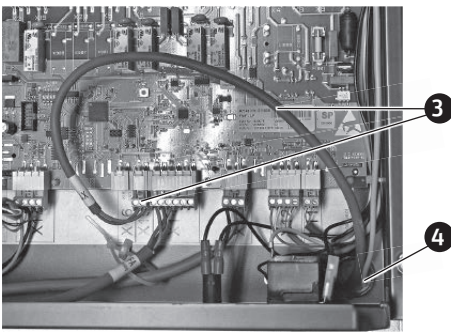

Fig. 81 Infilare il cavo dell'interruttore sportello e collegarlo al connettore X15
- Portare il cavo dell'interruttore sportello (sul pannello di comando) sul davanti a destra nel quadro di comando e innestare il connettore X15 – Fig. 81.